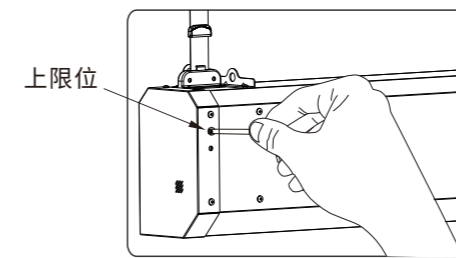

图24
- 调节牵引索电机上限时, 先将上限位调节孔⑦胶塞拔出来, 再将内六角调整匙插入孔内(如图24), 并将遥控器处于学习状态, 按牵引索上行键(参照遥控电子定位), 顺时针旋转内六角调整匙时, 银幕下降(银幕离安装位置距离增大)。逆时针旋转时, 银幕上升(银幕离安装位置距离减小)。